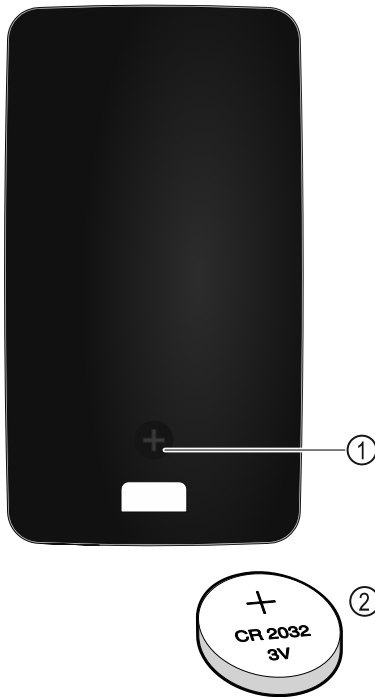

Fig. 255
Il telecomando è alimentato da una batteria CR 2032 da 3V Fig. 255 (2), disponibile presso i rivenditori specializzati.
- ▶ Svitare la vite Fig. 255 (1) sul retro del telecomando.